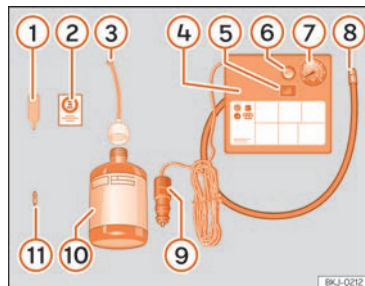

Abb. 200 Prinzipdarstellung: Bestandteile des Pannensets
Das Pannenset befindet sich im Gepäckraum unter dem Bodenbelag. Es besteht aus folgenden Bestandteilen »»» (Abb. 200):
- Ventilkappe und Ventileinsatz vom Reifenventil abschrauben. Verwenden Sie den Ventileinsatzdreher »» [Abb. 200] ① zum Heraus-schrauben des Ventileinsatzes. Legen Sie den Ventileinsatz auf einem sauberen Untergrund ab.
- Reifendüllflasche kräftig schütteln »» [Abb. 200] ⑩.
- Einfüllschlauch »» [Abb. 200] ③ auf die Reifendüllflasche schrauben. Die Folie am Verschluss wird automatisch durchstoßen.
- Verschlussstopfen vom Einfüllschlauch »» [Abb. 200] ③ entfernen und das offene Schlauchende auf das Reifenventil schrauben.
- Ventileinsatz mit dem Ventileinsatzdreher »» [Abb. 200] ① wieder in das Reifenventil schrauben.
- Reifendüllschlauch »» [Abb. 200] ⑧ des Luftkompressors fest auf das Reifenventil schrauben.
- Prüfen, ob die Luftablassschraube »» [Abb. 200] ⑥ zugedreht ist.
- Kabelstecker »» [Abb. 200] ⑨ in eine 12-Volt-Steckdose des Fahrzeugs stecken »» S. 190.
- Luftkompressor mit dem EIN-/AUS-Schalter »» [Abb. 200] ⑤ einschalten.
- Kleben Sie den Aufkleber »» [Abb. 200] ② im Sichtfeld des Fahrers auf das Kombi-Instrument.
»» [Abb. 200]  wieder an und lesen Sie den Reifenfülldruck an der Reifenfülldruckanzeige  ab.